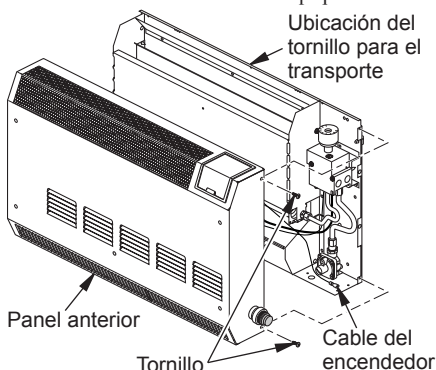

Figura 4 - Desmontaje del panel anterior del calentador
1. Quite y deseche el tornillo para el transporte del panel posterior del calentador (consulte la figura 4).
4. Para ambos encendedores, instale el cable del encendedor sólo cuando se vuelva a colocar el panel anterior del calentador después de conectarlo al suministro de gas y de revisar las conexiones de gas (consulte las páginas 11 a 13). Con la parte inferior del panel anterior separada sólo de 5 a 7.6 cm (de 2" a 3") del panel posterior, conecte el cable del encendedor a la terminal del encendedor, en la esquina inferior derecha del calentador (consulte la figura 4, en la página 8).